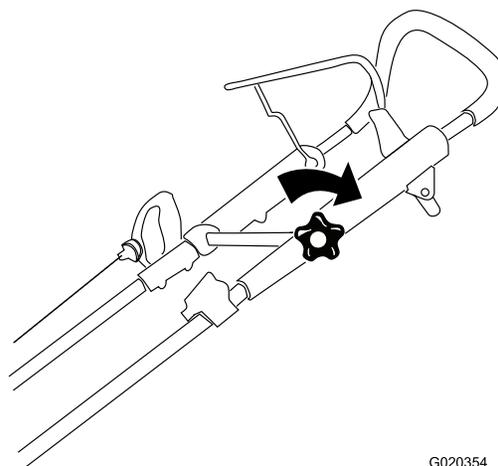

Figura 16
3. Apriete firmemente el pomo del manillar superior (Figura 16).